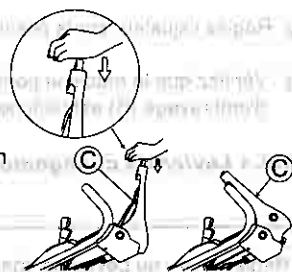

Fig. 17.
3 Poussez le Levier de la lame (C) vers l'avant tout en appuyant sur son bouton jaune. (Voir Fig. 17.) La lame commence alors à tourner.